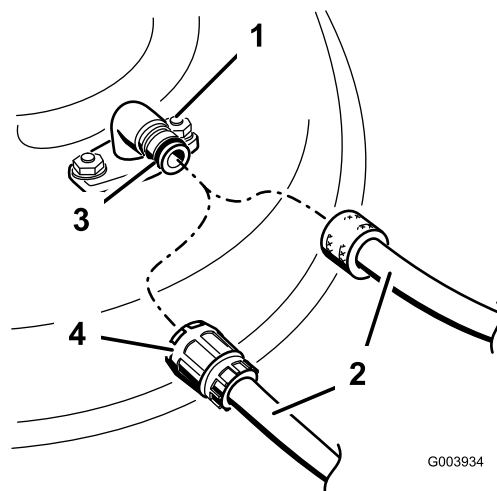

Figure 26
4. Branchez un flexible au raccord de lavage et ouvrez l'arrivée d'eau à fond (Figure 26).